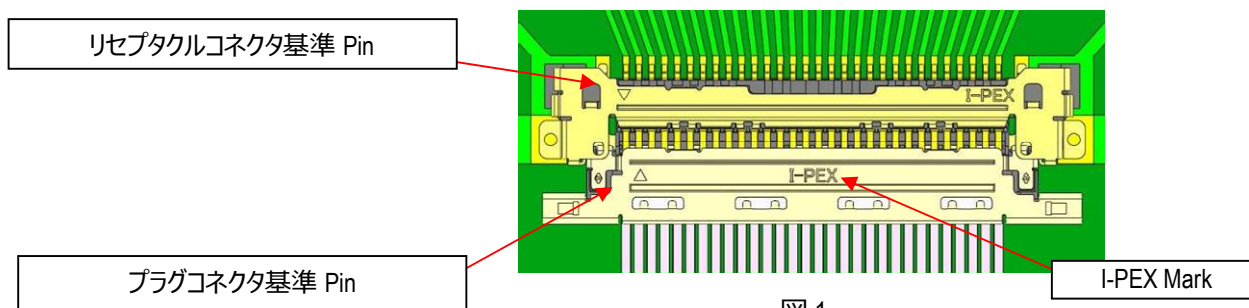

図.1
1. 図1のように、リセプタクルコネクタの基準 pin にプラグコネクタの基準 pin がくるように、セットします。